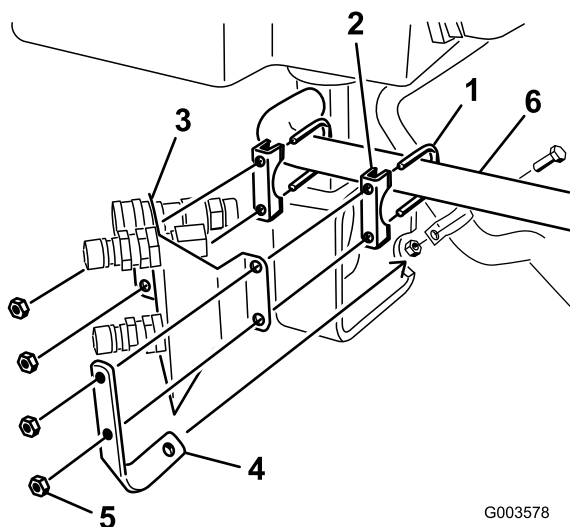

Рисунок 10
**Примечание:** Не затягивайте гайки на этом этапе. Для установки гидравлических трубок кронштейн соединителей не должен быть затянут (Рисунок 10).